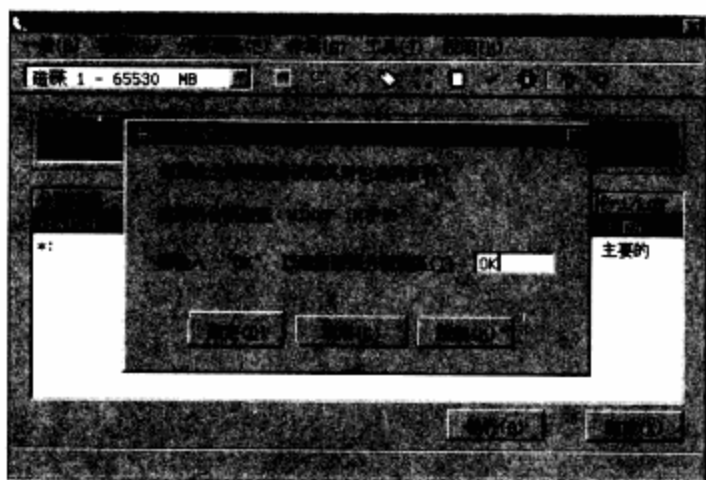

图4-96 单击“确定”按钮
**步骤 08** 在空白框里输入OK，单击“确定”按钮，如图4-96所示。